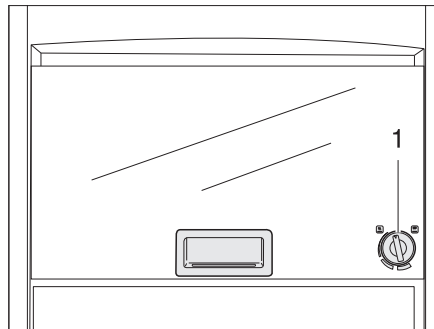

Fig. 315 Forno a gas (Dometic)
- Premere leggermente il pomello girevole (Fig. 315,1) e ruotarlo verso sinistra in una posizione a piacere.
- Ruotare il pomello girevole (Fig. 315,1) su "O". La fiamma si spegne.